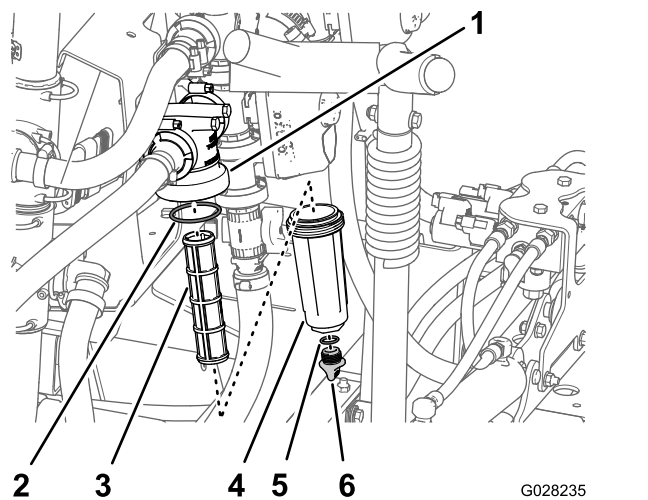

Figura 147
3. Gire el tapón de vaciado en sentido antihorario y retírelo de la cubeta del filtro de presión (Figura 147).
4. Enrosque la cubeta en sentido antihorario y retírela de la cabeza del filtro (Figura 147).
5. Retire el elemento usado del filtro de presión (Figura 147).
6. Inspeccione la junta tórica del tapón de vaciado (situada dentro de la cubeta) y la junta tórica de la cubeta (situada dentro de la cabeza del filtro) en busca de daños o desgaste (Figura 147).
7. Instale el elemento nuevo del filtro de presión en la cabeza del filtro (Figura 147).
8. Instale la cubeta en la cabeza del filtro, y apriétela a mano (Figura 147).
9. Instale el tapón en la cubeta, y apriételo a mano (Figura 147).
2. Coloque un recipiente de drenaje debajo del filtro de presión (Figura 147).